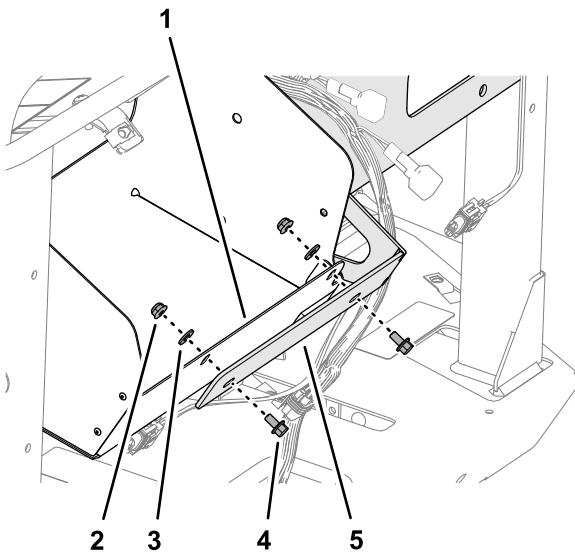

図 75
2. マニホールドマウントの穴を格納コンパートメントのフランジのスロットに合わせます(図 75)。
3. 2つのフランジヘッドスクリュー (1/4 x 1/2")、2つのワッシャー (1/4")、および2つのフランジロックナット (1/4") を使って、マニホールドマウントをフランジ (図 75) に仮止めします。